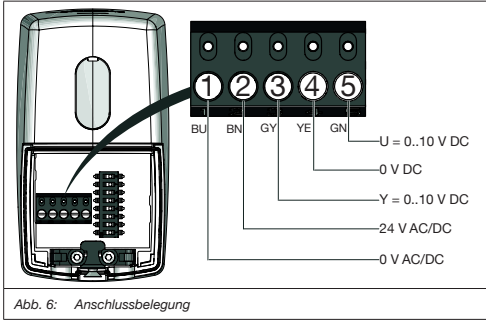

Abb. 6: Anschlussbelegung
- Stellen Sie die Spannungsversorgung entsprechend der Belegung in Abb. 6 her.